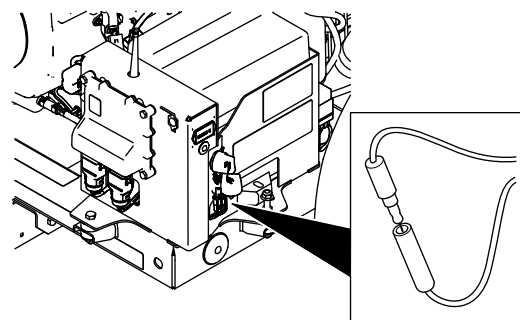

Figura 55
2. Retire el conector de un solo pin del conector hembra simple (Figura 55).
3. Enchufe el conector de un solo pin en el conector hembra simple (Figura 55).